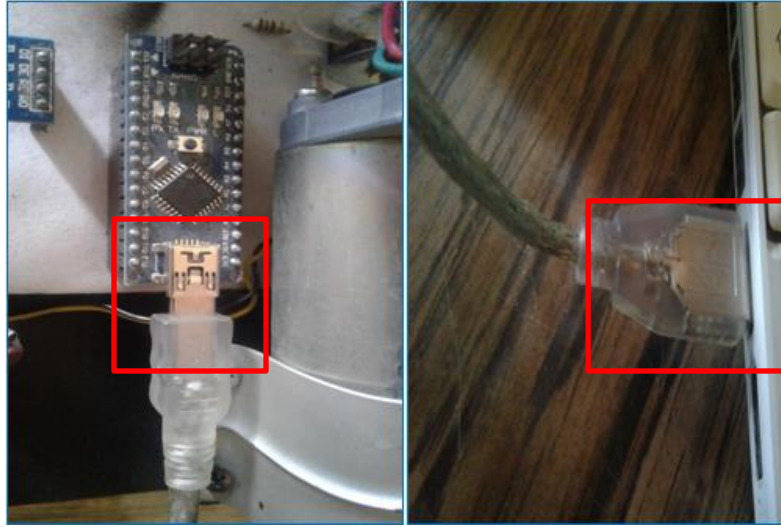

Figura 15 Conexión cable usb
- Conecte el cable usb al arduino nano y al computador, ver Figura 15.